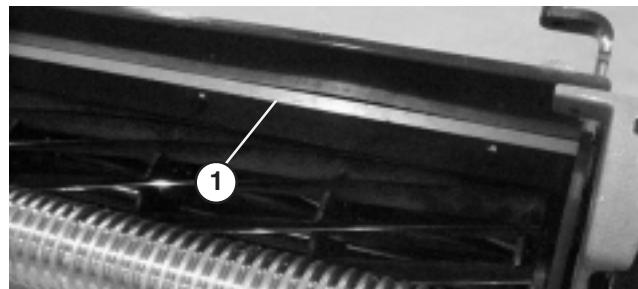

Bild 21
- Lockern Sie die Schrauben, mit denen die obere Leiste am Schneidwerk befestigt ist (Bild 21).